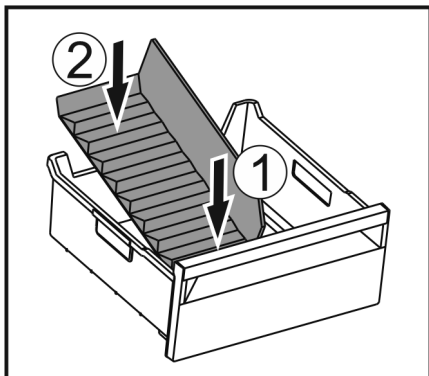

Fig. 35
- ▶ Přepážku vložte nejprve vpředu Fig. 35 (1).
- ▶ Spusťte dolů zadní díl Fig. 35 (2).